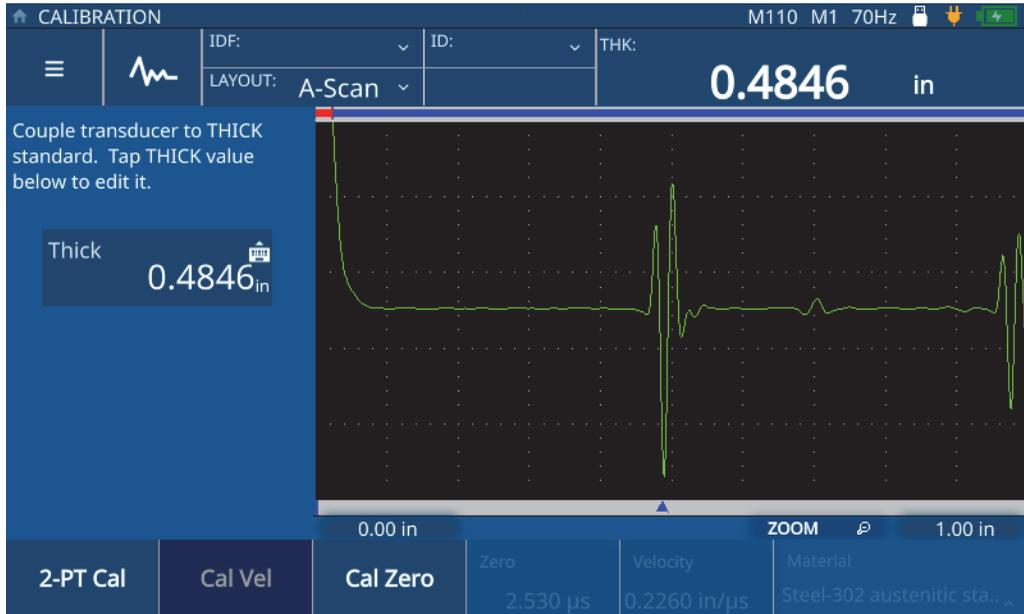

Figure 5-8 Étalonnage de la vitesse de propagation (étalonnage en deux points)
4. Suivez les instructions d'étalonnage affichées à l'écran, et placez la sonde sur un échantillon dont l'épaisseur, connue, représente l'épaisseur maximale susceptible d'être rencontrée lors de votre inspection (Figure 5-8 à la page 55).